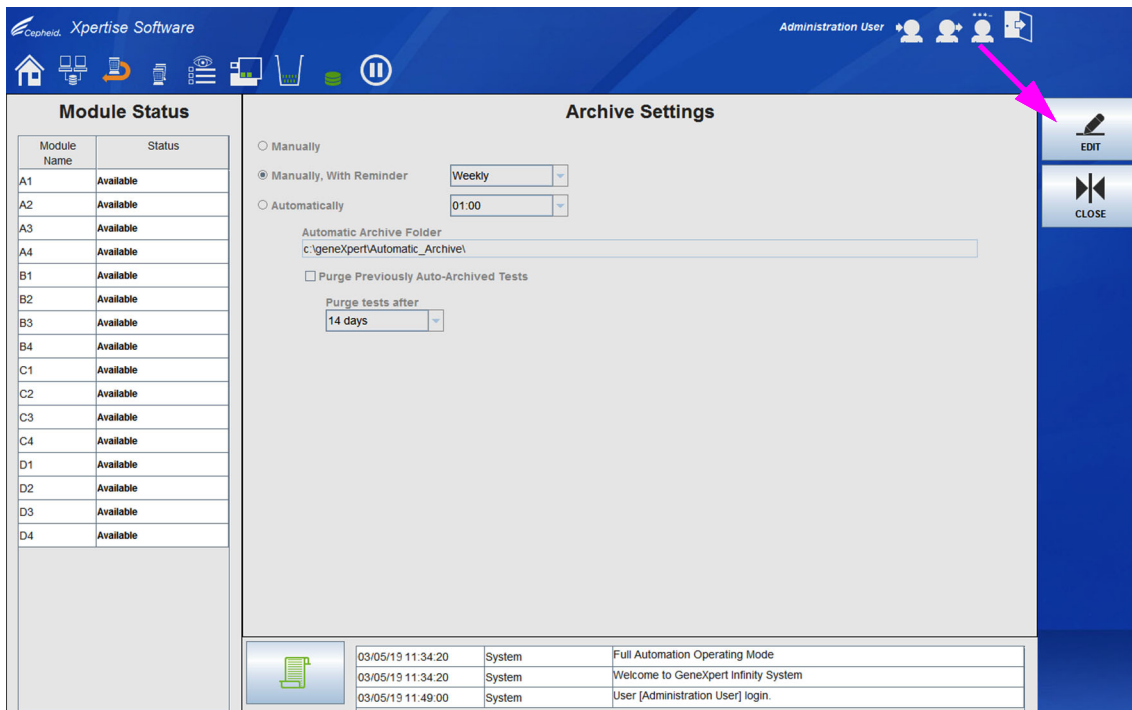
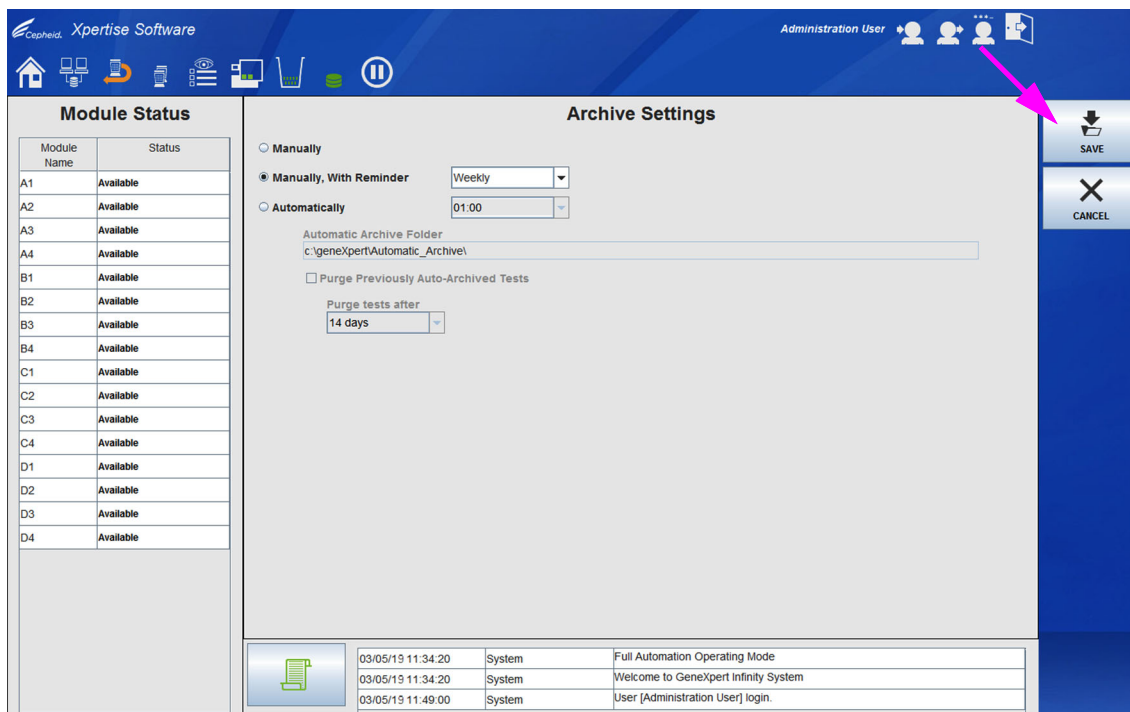

図 2-28. Archive設定ワークスペース
図 2-29. アrchive設定ワークスペース、有効化
3. Archive設定（Archive Settings）ワークスペースで、**編集（EDIT）** ボタンを選択します（図 2-28 を参照）。これで Archive設定（Archive Settings）ワークスペースが有効になり、図 2-29 に示すように編集できます。
5. アーカイブ設定 (Archive Settings) ワークスペースの全ての項目を完了したら、**保存 (SAVE)** ボタンを選択して変更を保存するか (図 2-29 を参照)、**キャンセル (CANCEL)** ボタンを選択して変更をキャンセルします。